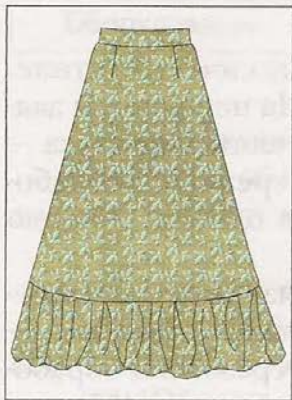

Рис. 128. Модель 3
*Модель 3.* Юбка, расширенная книзу. Застежка — тесьма-молния в левом боковом шве. Верхний срез юбки обработан притачным поясом, нижний — оборкой (рис. 128).